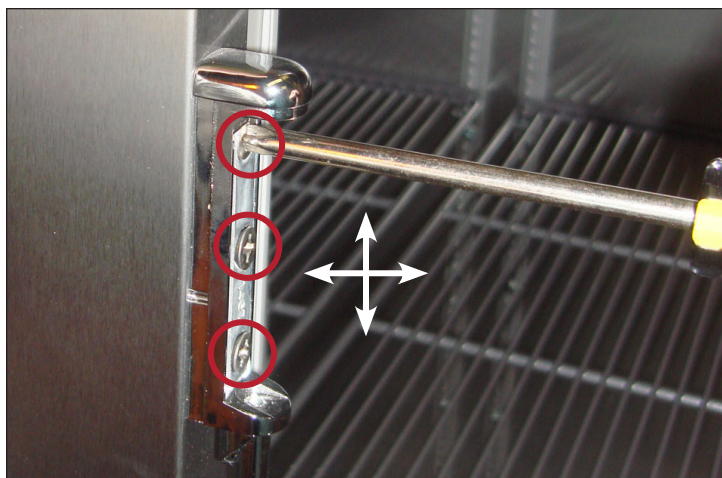

Figure 4. Emplacements des vis des charnières de la porte. Réglez la charnière de haut en bas ou latéralement.
6. Desserrez (SANS les déposer) les vis de charnières de porte. Voir Fig. 4.